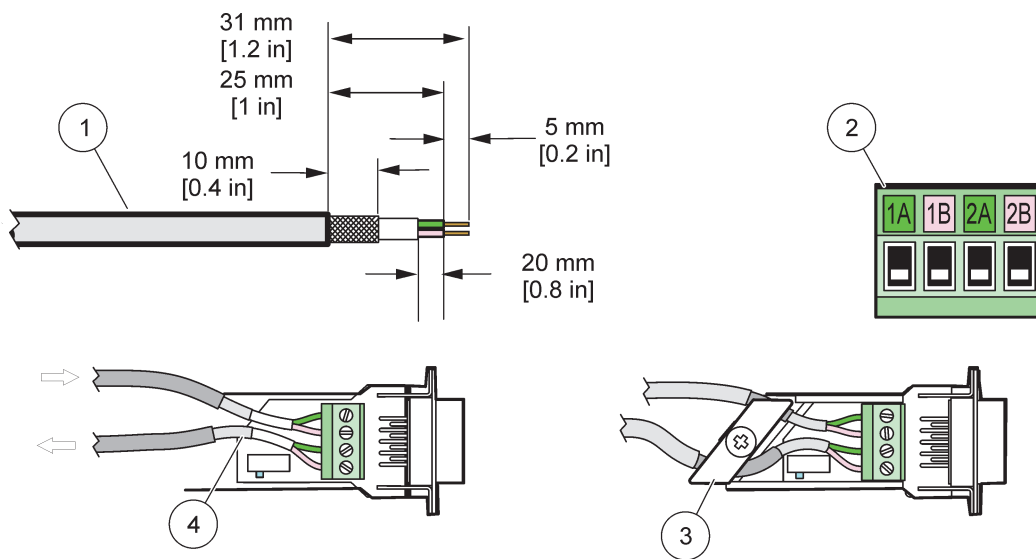

Figura 29 Extracción del aislamiento del cable de comunicación
1. Quite el aislamiento del cable de comunicación (Figura 29).